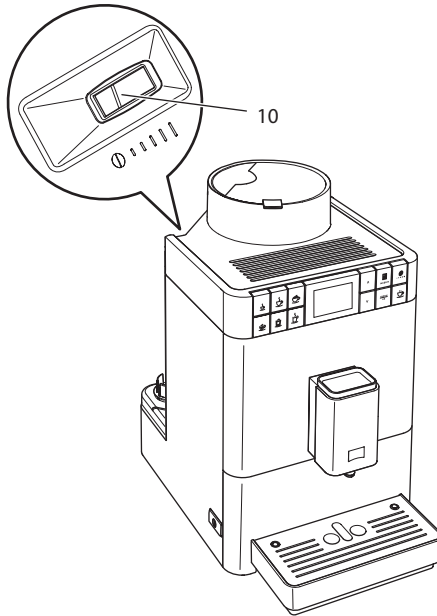

Fig. 16: Palanca para ajustar del nivel de molido
- » En la carcasa aparece la palanca "Ajuste de nivel de molido" (10).
2. Mueva la palanca hacia la izquierda o derecha, como se muestra en Fig. 16.